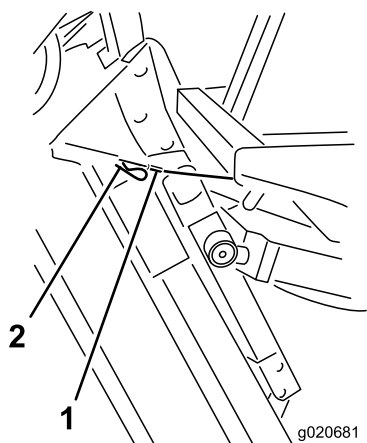

Рисунок 78
6. Удерживая деку газонокосилки в вертикальном положении, установите конец троса на штифт подъемного рычага деки газонокосилки и зафиксируйте его игольчатым шплинтом (Рисунок 78).